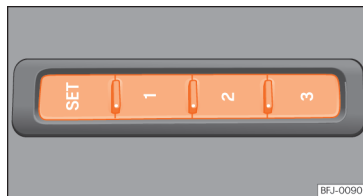

Fig. 100 No lado exterior do banco do condutor: botões de memória
- Pressione o botão **SET** durante mais de 1 segundo »» **Fig. 100.**